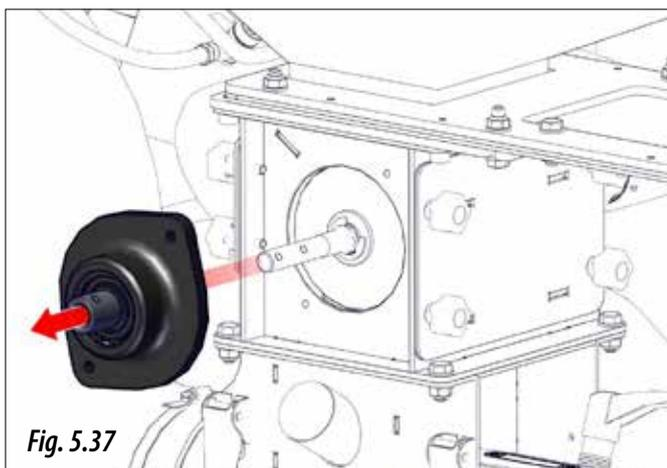

Fig. 5.37
**4.B.3-** Enlever le support latéral et retirer le rouleau (figures 5.37 et 5.38). Le produit accumulé dans le doseur commence alors à se vider.